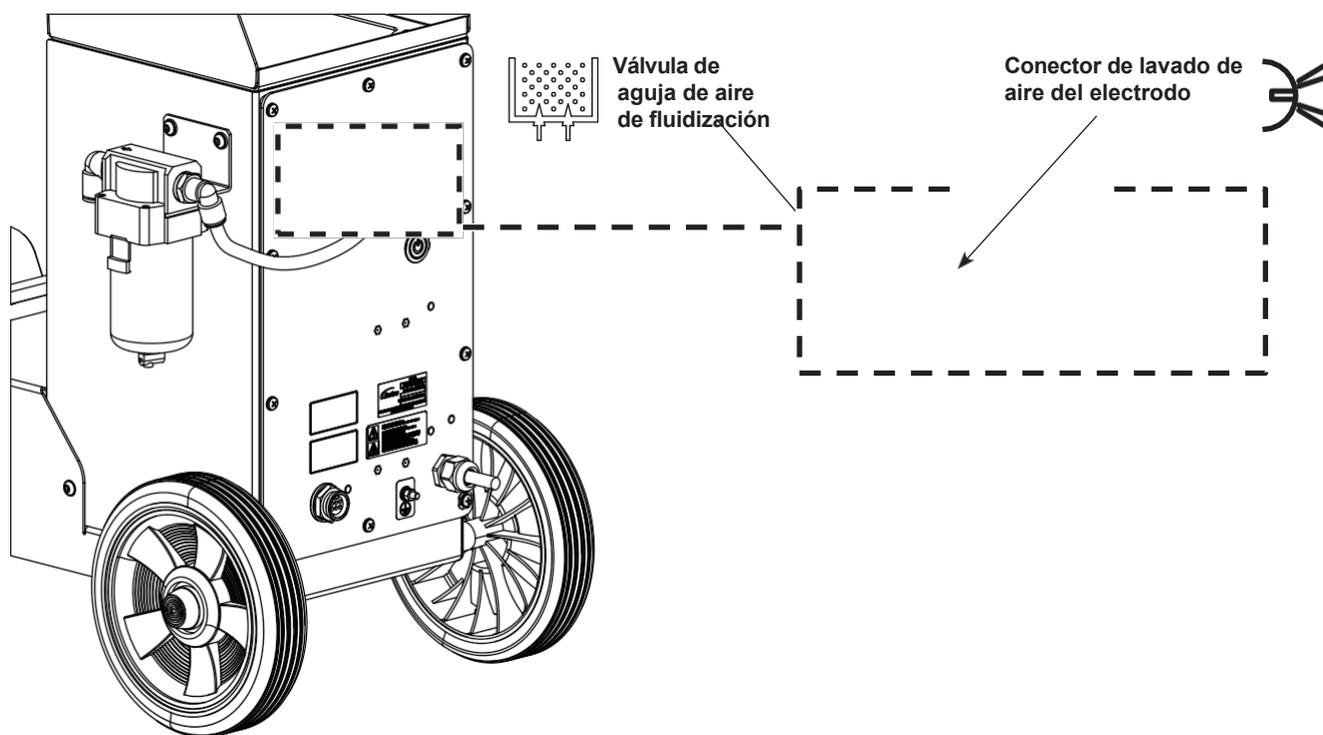

Figura 4-2 Electrodo Ubicación de la válvula de aire de lavado y fluidización (se muestra sin válvula de control de flujo)
Véase la figura 4-2. Utilice la válvula de aguja  para ajustar la presión del aire de fluidización lo más baja posible: 0,07-0,14 bar (1-2 psi).
Véase la figura 4-2. Utilice la válvula de aguja del aire de fluidización  para ajustar la presión del aire de fluidización de forma que la presión sea la suficiente para que el polvo de la tolva "hierva" suavemente. El aire de fluidización hace que el polvo aumente de volumen.
Véase la figura 4-2. El aire de lavado del electrodo lava continuamente el electrodo de la pistola pulverizadora para evitar que se acumule polvo en él. El aire de lavado del electrodo se activa y desactiva automáticamente cuando se activa y desactiva la pistola pulverizadora.
- Véase la figura 4-2. Utilice la válvula de aguja del aire de fluidización  para ajustar la presión del aire de fluidización de forma que la presión sea la suficiente para que el polvo de la tolva "hierva" suavemente. El aire de fluidización hace que el polvo aumente de volumen.